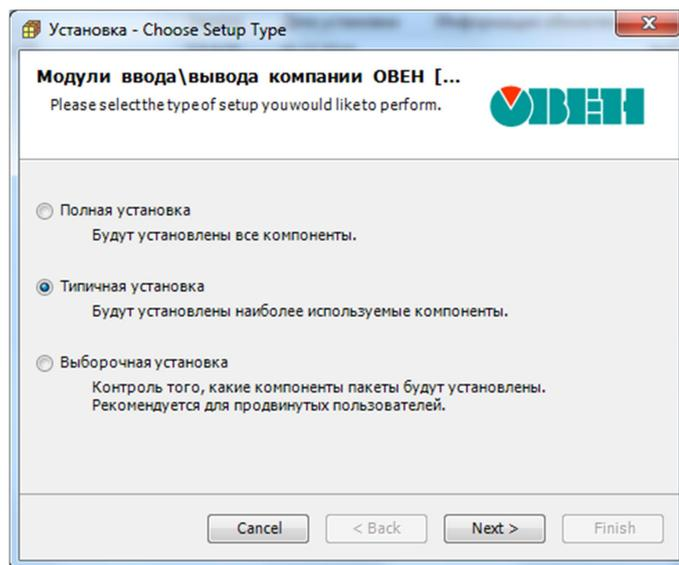

Рисунок 3.1 – Главное окно инсталлятора
- 3.1.3 Если установка всех модулей ввода\вывода не требуется, то выберите пункт «Выборочная установка» («Customized Setup») (рис. 3.1), нажмите кнопку «Next» и отметьте галочкой те шаблоны, которые необходимо установить в систему;
- 3.1.4 Если нужно установить все модули ввода\вывода линейки Мх110, то выберите пункт «Типичная установка» («Typical setup») (рис. 3.1);
- 3.2.7 Если установка всех модулей ввода\вывода не требуется, то выберите пункт «Выборочная установка» («Customized Setup») (рис. 3.1), нажмите кнопку «Next» и отметьте галочкой те шаблоны, которые необходимо установить в систему;
- 3.2.8 Если нужно установить все модули ввода\вывода линейки Mx110, то выберите пункт «Типичная установка» («Typical setup») (рис. 3.1);